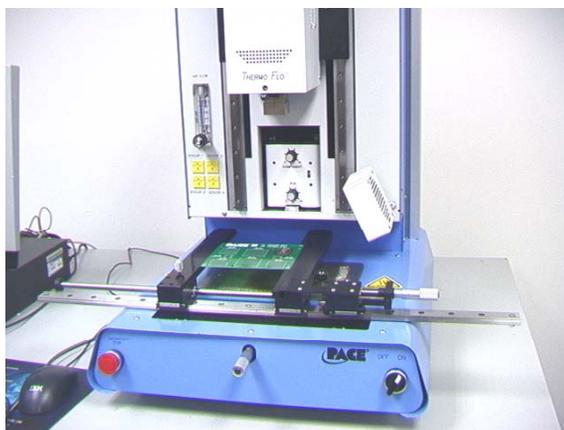

Figura 21
- v. Mettere il PCB tra i bracci del portaschede e serrare la vite di ritegno. (Figura 21) Posizionare la scheda in modo che la luce rossa del laser di puntamento sia approssimativamente nel centro del componente. Per spostare la scheda in avanti e all'indietro semplicemente spostare il PCB nei bracci. Per spostare il gruppo a sinistra e a destra spingere la maniglia di rilascio lontano dall'operatore e spostare il gruppo. Tirare la maniglia di rilascio verso l'operatore per fissare il gruppo. (Figura 22)